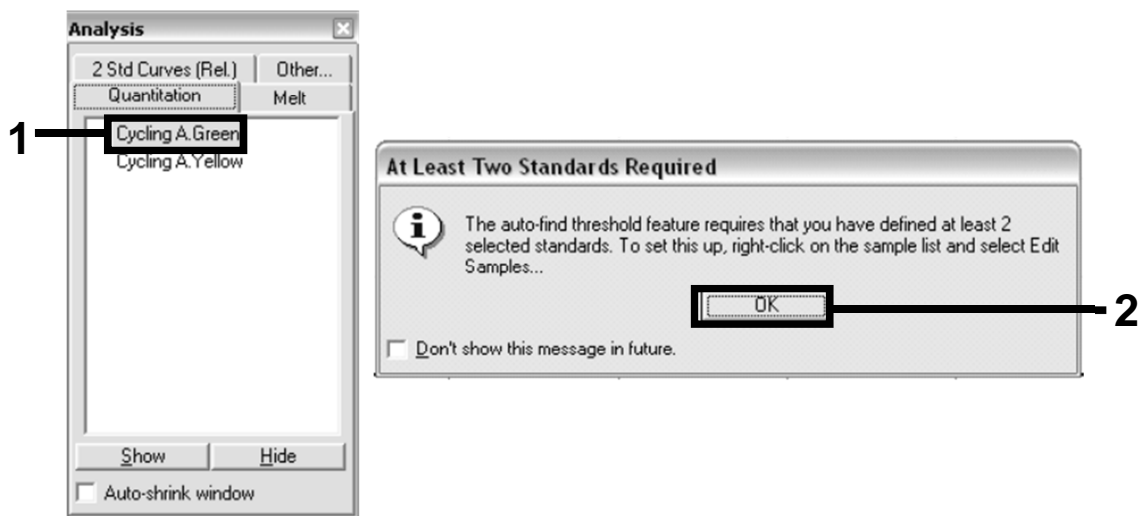

Figura 9. Quantificazione: "Cycling A. Green" (Ciclaggio A Verde)
18. Nella finestra di dialogo "Analysis" (Figura 9) fare doppio clic su "Cycling A Green" (Ciclaggio A Verde), quindi fare clic su "OK". Ripetere per "Cycling A Yellow" (Ciclaggio A Giallo).